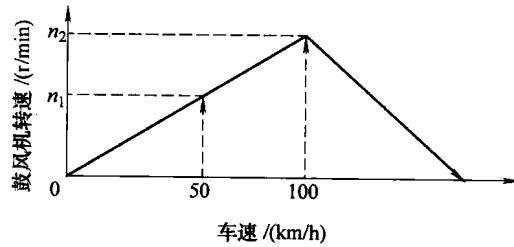

图 1-5 车速补偿
(5) 车速补偿。在车速较高时，鼓风机的转速可适当降低，以修正由于在高速下，冷凝器冷却效果变好，间接影响空调更冷，使之与低速时具有一样的感觉，这种利用车速来补偿鼓风机转速降低所取得空调的冷却效果称为车速补偿，如图 1-5 所示。